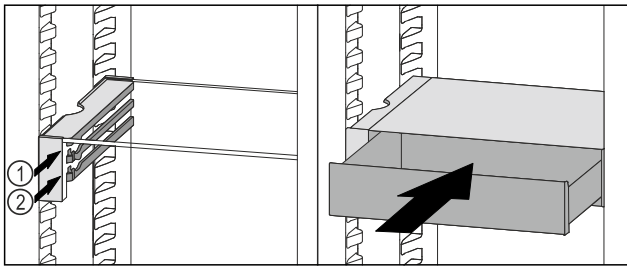

Fig. 90
- VarioSafe-Schubfach hinter den Stopperrn auf gewünschter Rippe Fig. 90 (1) oder Fig. 90 (2) aufsetzen.